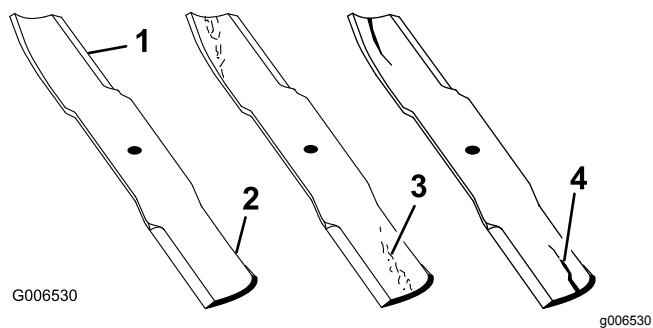

Figura 51
1. Inspecione los filos de corte (Figura 51).
4. Si observa fisuras, desgaste o la formación de una ranura en esta zona, instale de inmediato una cuchilla nueva (Figura 51).